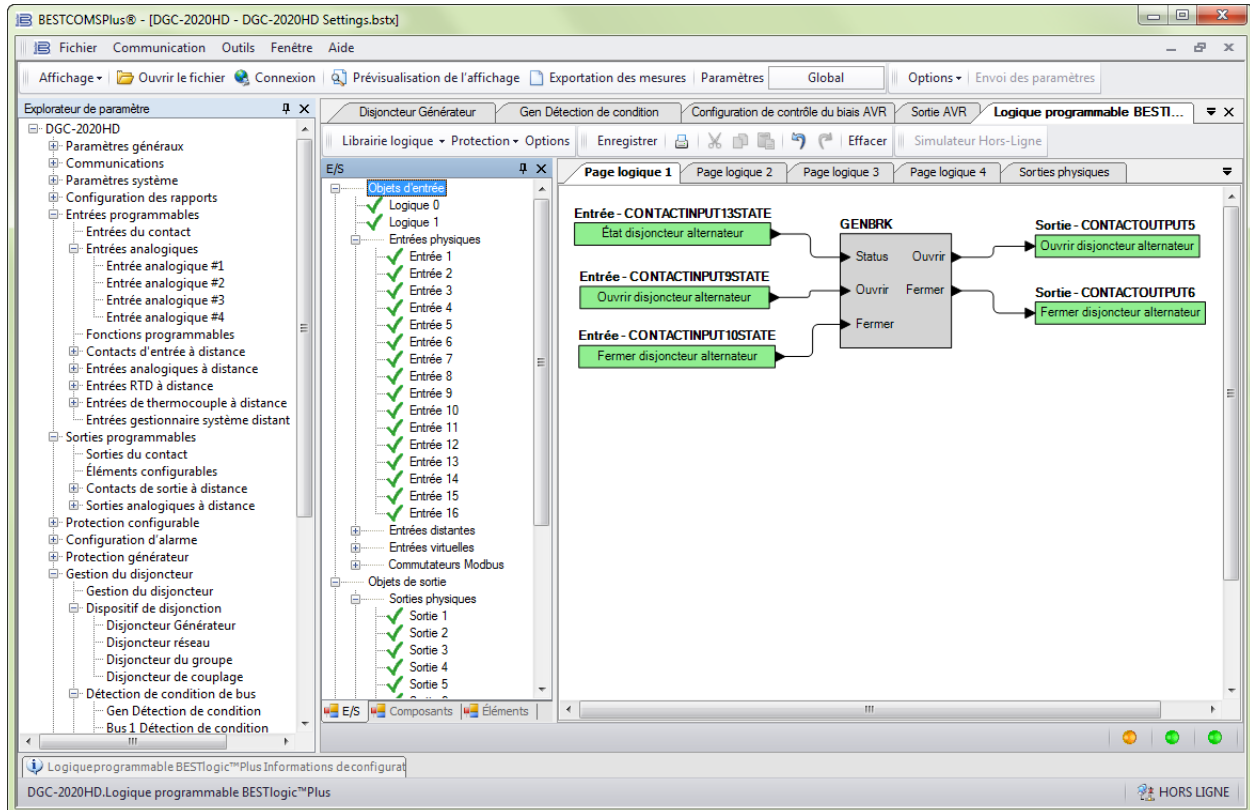

Figure 13-11. Configuration du synchroniseur dans BESTLogicPlus (Étape 26)
26. Cliquez sur l'onglet E/S et faites glisser les entrées affectées à l'étape 3, dans l'écran de la logique principale. Connectez ensuite ces entrées aux entrées appropriées du bloc GENBRK. Faites glisser les sorties affectées à l'étape 4 dans l'écran de la logique principale et connectez-les aux sorties appropriées du bloc GENBRK. Reportez-vous à la Figure 13-11.